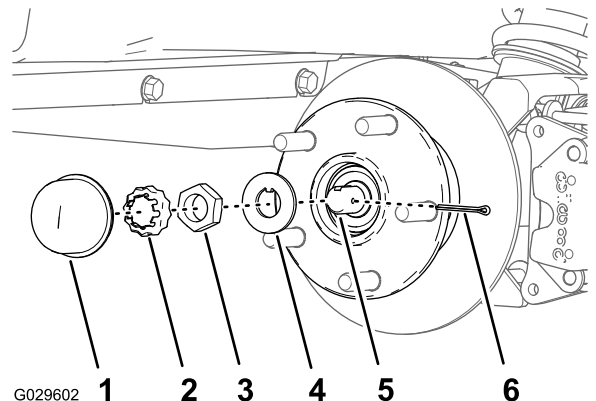
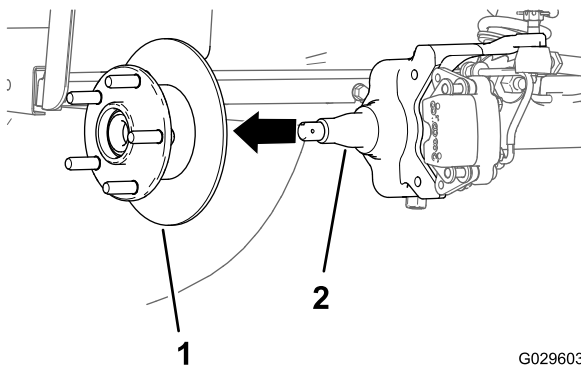

Figura 32
Figura 33
4. Retire o tampão antipoeira do cubo (Figura 32).
5. Retire o contrapino e o retentor do eixo e porca do eixo (Figura 32).
6. Retire a porca do eixo do eixo e afaste o conjunto do cubo e o rotor do eixo (Figura 32 e Figura 33).